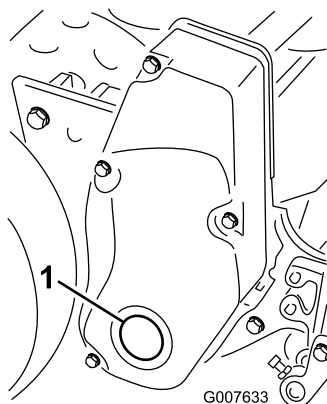

Figura 56
1. Staccate il tappo dal carter del comando del cilindro destro (Figura 56).